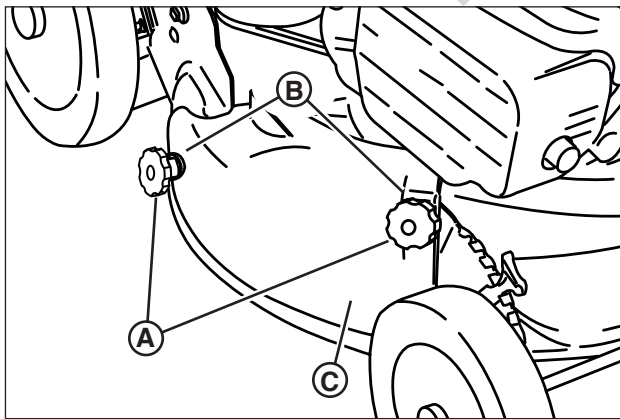

Figura 8: Retiro de la cubierta de mantillo
1. Retire las tuercas de la perilla (**A**, **Figura 8**) y las arandelas de seguridad con dientes internos y externos (**B**) que fijan la cubierta de mantillo (**C**) a la cubierta del cortacésped.